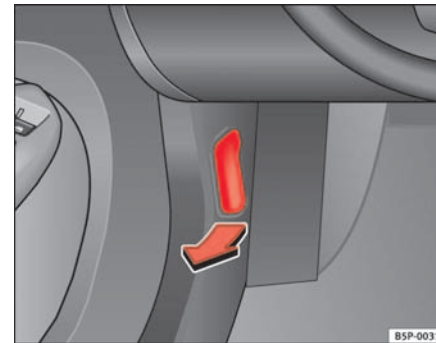

Abb. 151 Ausschnitt aus dem Fußraum auf der Fahrerseite: Entriegelungshebel für die Motorraumklappe
- Ziehen Sie den Hebel unter der Instrumententafel ⇒ Seite 213, Abb. 151 in Pfeilrichtung. Die Motorraumklappe wird durch Federwirkung entriegelt ⇒ .